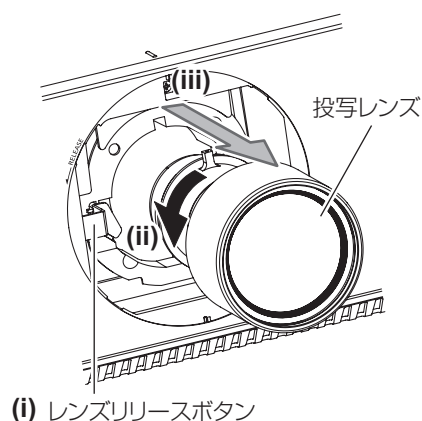

図2
- 2) レンズリリースボタンを押しながら反時計方向に投写レンズを回しきり、投写レンズを取り出す（図2）